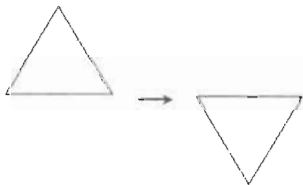

图 8-94
(3) 单击“修改”工具栏中的“镜像”，将绘制的三角形沿 x 轴镜像，如图 8-94 所示。
(4) 在命令提示行中输入 Explode (分解) 命令或者单击“修改”工具栏中的“分解”按钮，将三角形由一个对象分解为三条独立的线段。
(5) 在命令提示行中输入 Lengthen (拉长) 命令，将三角形中右侧的边拉长为 15，命令执行过程如下。